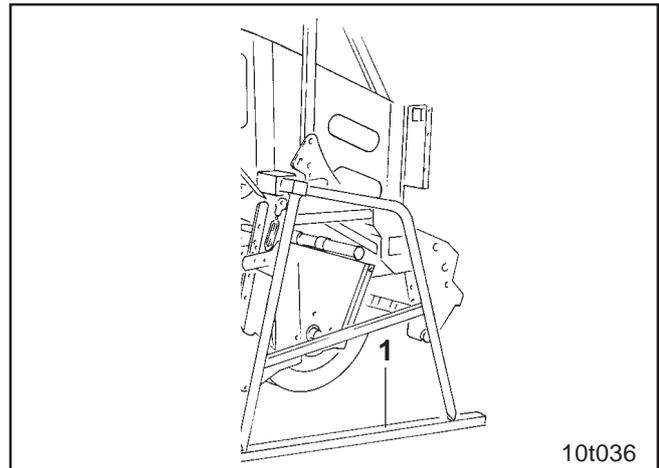

Fig 5.8
- Abstellstütze außen (Fig. 5.8/1), für alle Arbeitsbreiten